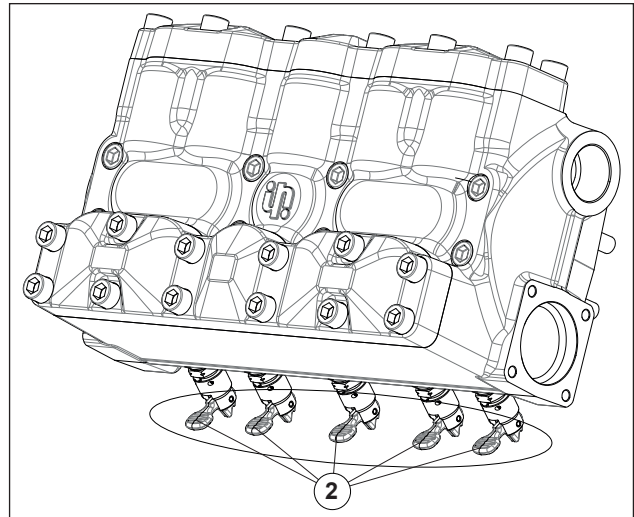

Abb. 11
Stellen Sie nach längerer Lagerung oder Stillstand die Funktionstüchtigkeit der Saugventile wieder her, indem Sie die drei Ventilheber öffnen (siehe Pos. ② Abb. 11). Schließen Sie die Ventile vor Start der Pumpe wieder.